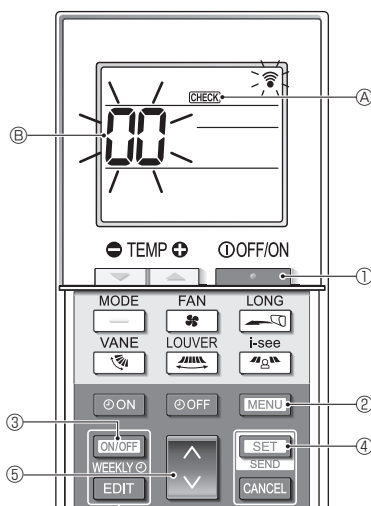

Fig. 7-6
■ Auto-vérification (Fig. 7-6)
- Appuyez sur le bouton ① pour arrêter le climatiseur.
- Si la minuterie hebdomadaire est activée (WEEKLY est affiché), appuyez sur le bouton ③ pour la désactiver (WEEKLY disparaît).
- Appuyez sur le bouton ② pendant 5 secondes.
- CHECK ④ s'allume et l'appareil entre en mode auto-vérification.
- Appuyez sur le bouton ⑤ pour sélectionner l'adresse de réfrigérant (adresse M-NET) ⑥ de l'appareil intérieur pour lequel vous voulez effectuer l'auto-vérification.
- Appuyez sur le bouton ④.
- Appuyez sur le bouton ①.
- CHECK ④ et l'adresse de réfrigérant (adresse M-NET) ⑥ s'éteignent et l'auto-vérification est terminée.